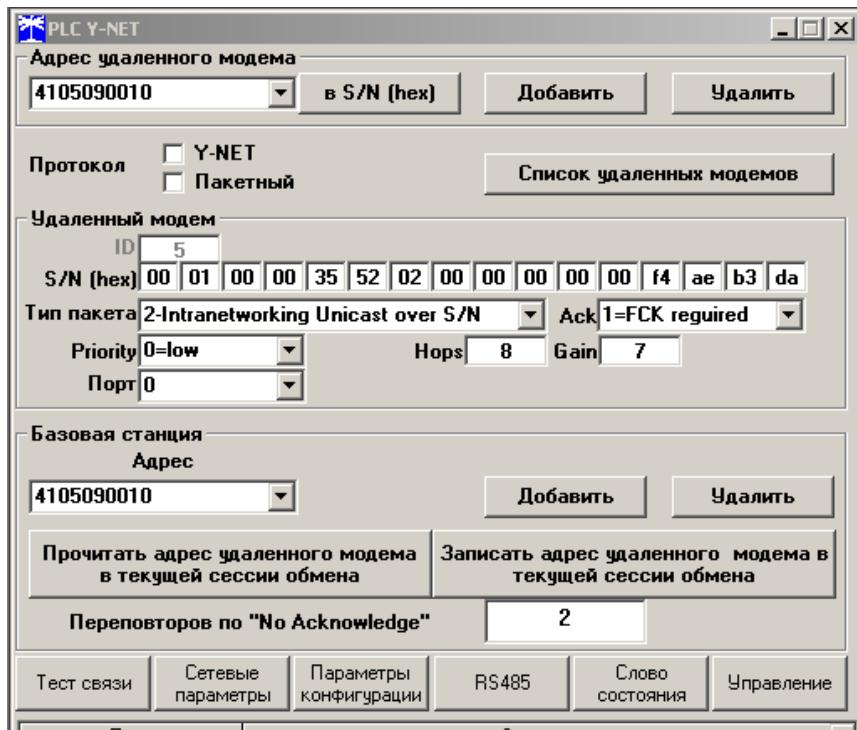

Рисунок 35 – Форма «PLC Y-NET»
- b) если подключения и настройки правильные, а связи нет, то, по-видимому, настройки модема отличаются от заводских настроек, и необходимо определить эти настройки нажатием на кнопку «Тест скорости» формы «Настройка интерфейса RS-485 PLC-модема». Вызов формы производится по кнопке «RS-485», расположенной на форме «PLC Y-NET» (рисунок 35) или из меню «PLC-модем»;
29.5.2 В окно «Адрес удаленного модема» формы «PLC Y-NET» (рисунок 35) ввести адрес PLC-модема счетчика, в качестве которого выступает серийный номер счетчика, указанный на его шкале, как описано в п. 29.3.2 шаг 3. Нажать кнопку «в S/N (hex)» для переписи серийного номера модема в четыре младших байта серийного номера PLC-модуля.